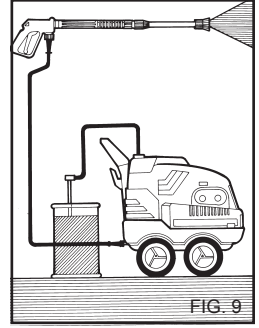

FIG. 9
- 3) Après l'emploi avec du détergent, rincer le circuit d'aspiration ; enfiler le tuyau d'aspiration (fig. 9) du détergent dans un bidon d'eau propre et faire fonctionner la pompe pendant 1 minute avec le robinet de dosage complètement ouvert et la lance en phase de sortie du détergent.
4) Après l'emploi avec du détergent, rincer le circuit d'aspiration; enfilez le tuyau d'aspiration (fig. 9) du détergent dans un bidon d'eau propre et faire fonctionner la pompe pendant 1 minute avec le robinet de dosage complètement ouvert et la lance en phase de sortie du détergent.